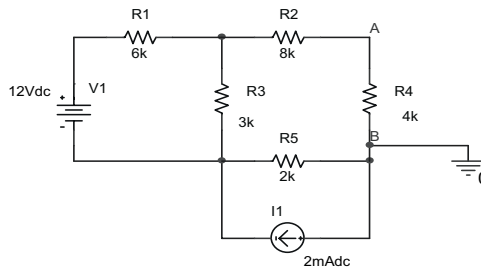

Figura 4: Teorema de transformación de fuentes
Calcular teóricamente la tensión entre A y B, es decir, la caída de tensión en la resistencia R_4 de la Figura 4 aplicando transformación de fuentes en el paralelo de la fuente de intensidad con la resistencia R_5 . Rellenar la t
- 1.- Dibujar en PSpice el circuito de la Figura 4 y hallar la tensión entre A y B.